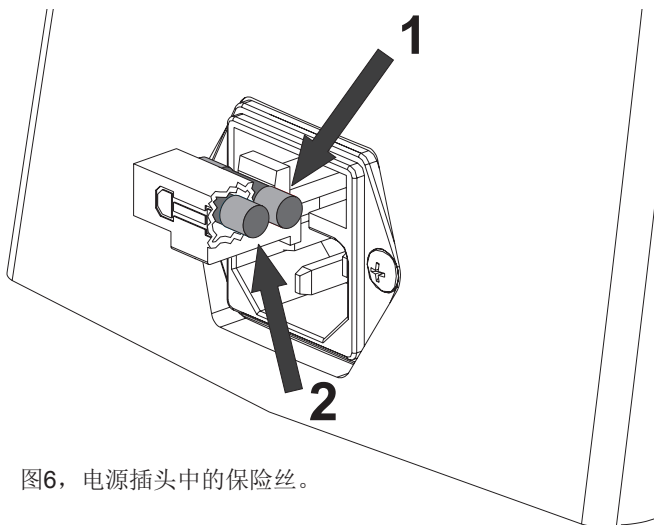

图6，电源插头中的保险丝。
- 电源插头中的保险丝（图6，1）是否未已熔断。如果保险丝有缺陷，可以用电缆插头中的备用保险丝（图6，2）替换。